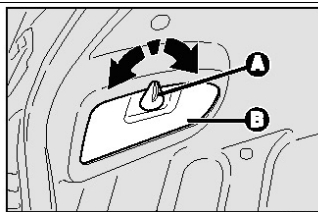

рис.34
- Опустить дверцу и вынуть патрон нажатием на фиксаторы **C** – **рис.34**
□ Установить на место блок патронов и правильно закрепить его при помощи фиксатора **C** – **рис.34**;
- Опустить дверцу и вынуть патрон нажатием на фиксаторы **C – рис.34**
Установить на место блок патронов и правильно закрепить его при помощи фиксатора **C – рис.34**;